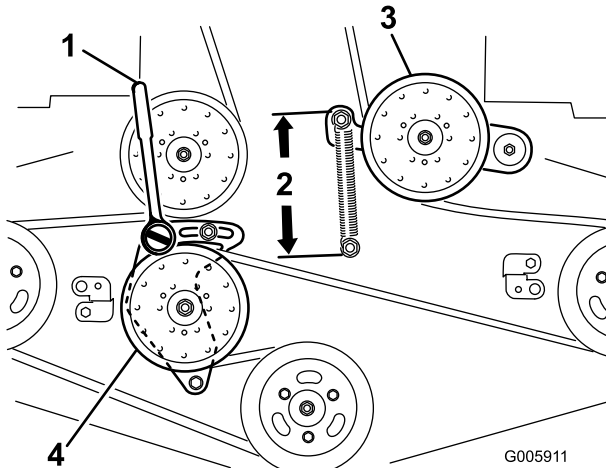

Bild 51
4. Lösen Sie den starren Spannarm und stellen Sie ihn ein, um die Riemen Spannung zu lösen (Bild 51).
7. Setzen Sie eine Rätzsche mit einem kurzen Griff oder ein Stemmeisen in das rechteckige Loch im fixierten Spannarm ein (Bild 51).
9. Drehen Sie zum Erhöhen der Riemenspannung die Rätzsche oder das Stemmeisen nach links, um den starren Spannarm zu bewegen, bis Sie einen Abstand von 16,5 cm zwischen den Federhaken erhalten (Bild 51).